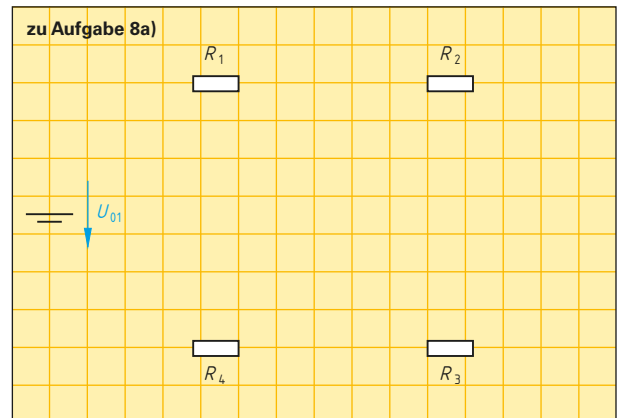

Bild 2: Reihenschaltung von vier Widerständen
- a) Verbinden Sie die Bauelemente im **Bild 2** und tragen Sie für den Strom I und alle Teilspannungen U_1 bis U_4 die Bezugspfeile ein.